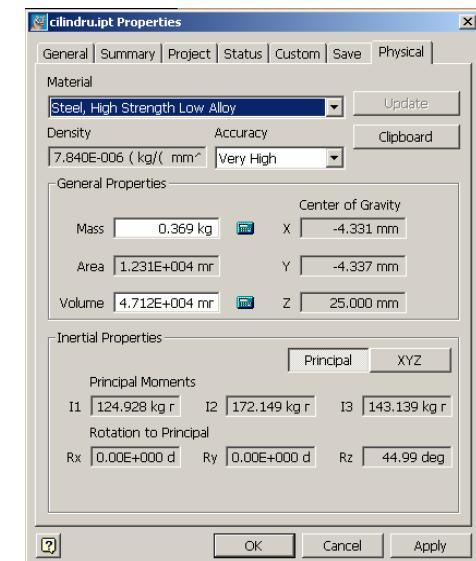

Figura 5.9.8.
- în secțiunea **Physical** a ferestrei **Properties**, figura 5.9.8, din lista **Material** se selectează materialul componentei, ceea ce produce și calculul automat al caracteristicilor de masă, arie și volum; valorile din proprietățile **Material** respectiv **Mass** vor fi cele care se vor transmite în fișierul ansamblu, prin aceste proprietăți;